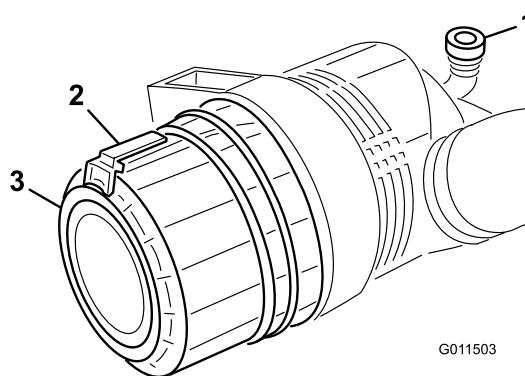

Figura 45
1. Puxe o trinco para fora e rode a cobertura do filtro de ar no sentido contrário ao dos ponteiros do relógio (Figura 45).